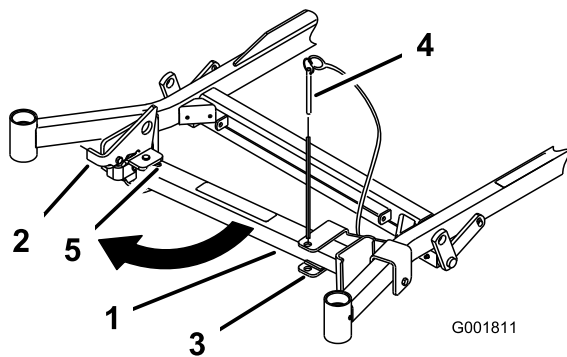
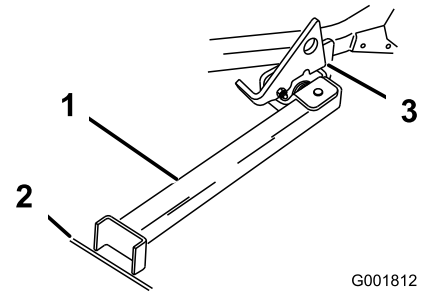

Figura 34
Figura 35
2. Retire o pino do suporte (Figura 34).
3. Levante o trinco. Rode o pé do stand e faça deslizar o stand em direção à máquina, para a parte de baixo da ranhura (Figura 34 e Figura 35).
6. Coloque o pé do stand no solo e assente o trinco na patilha articulada (Figura 35).
Nota: Para obter melhores resultados, coloque o pé do stand em junções nos passeios ou na relva (Figura 35).
8. Avance para o stand. Pare quando o trinco passar pela patilha para a posição bloqueada (Figura 35). Quando estiver no stand, engate o travão de mão e desligue o motor.
- Volte a colocar o stand na posição de descanso (Figura 34).